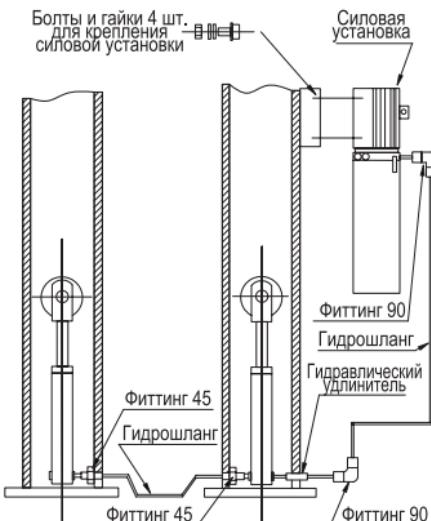

Рисунок 8. Установка насосной станции и подключение гидролинии
14. Подсоедините гидравлические шланги как показано на (рис. 8).